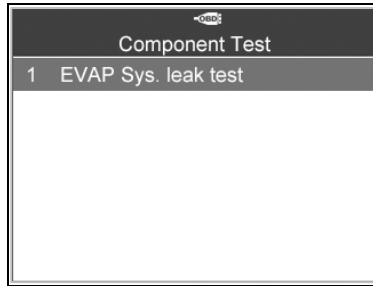

Figure 6.24
- 2) Attendre l'affichage par l'outil de diagnostic du menu **Test de composant**. (Figure 6.24)